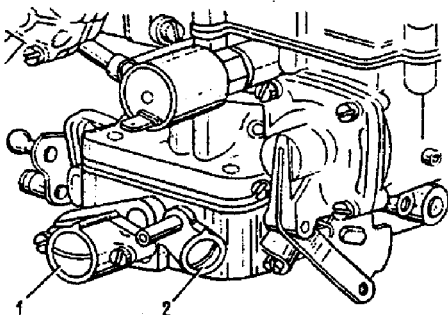

Fig. 2-84. Parafusos de ajuste da marcha-lenta: 1 - ajuste da quantidade de mistura; 2 - ajuste da proporção da mistura.
Os elementos de ajuste da marcha-lenta do motor são os parafusos 2 e 1, que permitem regular a proporção de mistura e a quantidade da mistura, respectivamente (fig. 2-84). Para evitar o desajuste inadvertido da marcha-lenta, por parte de terceiros, ou do proprietário do veículo, os parafusos de ajuste da marcha-lenta são providos de casquilhos limitadores de plástico, os quais somente permitem girar esses parafusos de meia volta.
1. Através do parafuso 1 (fig. 2-84), ajustar a rotação do motor, com o auxílio de um tacômetro, para  $13,6 - 15 \text{ s}^{-1}$  (820 - 900 rpm).